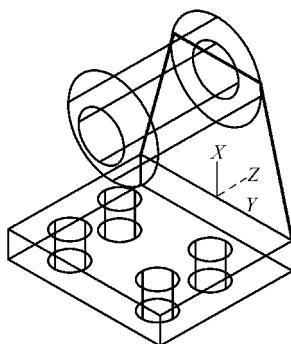

图 13-16 绘制封闭线
8) 绘制封闭线。绘制封闭线如图 13-16 所示，粗线表示封闭线段。绘图方法：分别从基座长方体的两角点向圆绘制切线，再用直线连接切线的对应端点，然后用 PEDIT 命令将四条线合并成一条多段线。